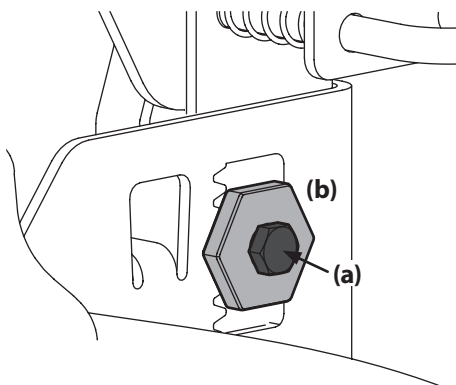

Figure 4-6
3. Desserrez le boulon hexagonal (a) fixé au support arrière gauche du plateau de coupe. Ne retirez pas le boulon. Voir Figure 4-6.
4. À l'aide d'une clé, tournez le dispositif de réglage (b) pour relever ou abaisser le côté gauche du plateau de coupe. Voir Figure 4-6.